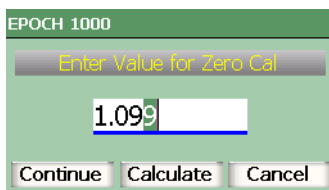

Рис. 3-24 Редактирование значения в диалоговом окне
1. Чтобы отредактировать значение параметра в диалоговом окне, представленном на Рис. 3-24 на стр. 86, поместите курсор на цифру, которую необходимо изменить, при помощи клавиш **[ВЛЕВО]** или **[ВПРАВО]**.